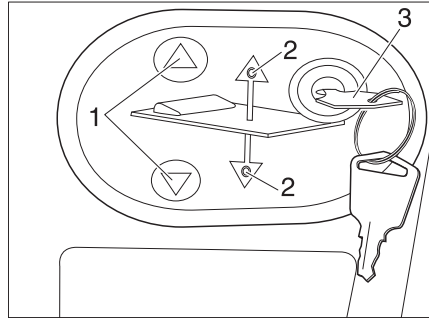

Fig. 133 Panneau de commande pour le lit escamotable électrique
- Insérer la clé (Fig. 133,3) dans le panneau de commande (Fig. 133,2).
- Appuyer sur la touche  ou  (Fig. 133,1) et la maintenir enfoncée. La DEL respective (Fig. 133,2) s'allume et le lit escamotable s'abaisse ou se lève.
- Lorsque la position désirée est atteinte, relâcher la touche  ou  (Fig. 133,1). La DEL respective (Fig. 133,2) s'éteint.
- Retirer la clé (Fig. 133,3).